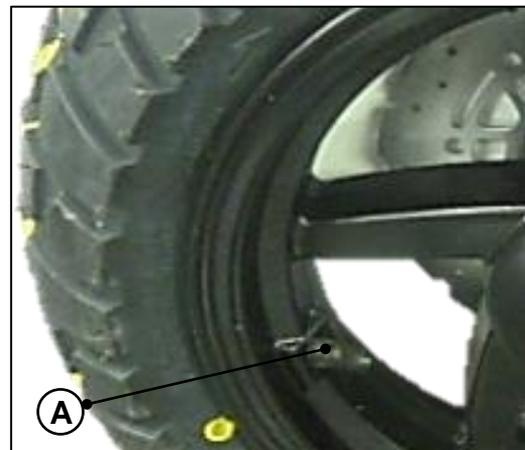

Fig. 6.9
Si el procedimiento a realizar es el cambio del neumático, y no el reemplazo de la llanta, marque con una tiza la posición en que se encuentra ésta con respecto a la válvula de aire (A), esta marca servirá para posicionar en el mismo lugar la llanta y mantener el balanceo inicial del sistema Fig. 6.9